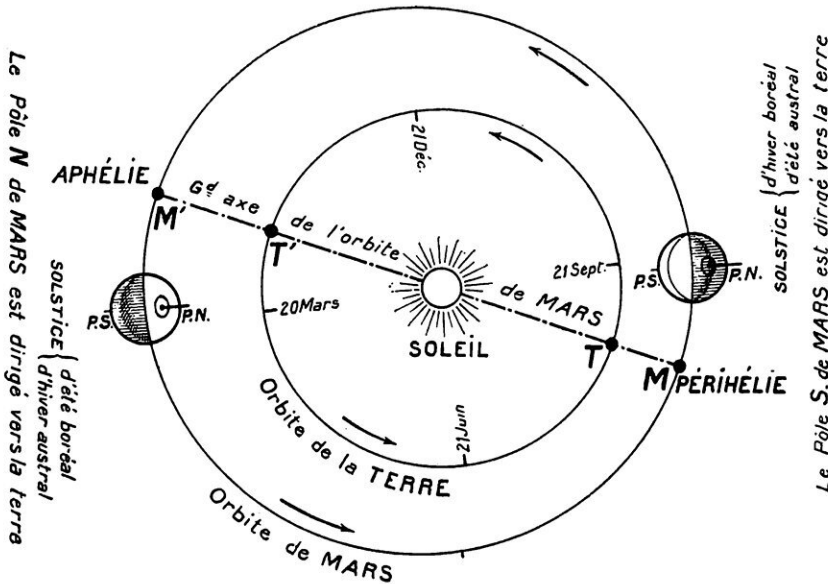

FIG. 2. — LES ORBITES DE LA TERRE ET DE MARS
mandés d'ailleurs par ces distances). Ainsi la Terre, éloignée du Soleil à 149 millions de kilomètres, met 365 jours  $\frac{1}{4}$  pour faire le tour de son orbite. Mars, à 228 millions de kilomètres, met 687 jours pour accomplir sa course. A quel moment, courant sur leur orbites concentriques, les deux planètes sont-elles à leur plus grande proximité? C'est lorsqu'elles se trouvent sur une même ligne se confondant avec le rayon d'un de ces cercles dont le Soleil est le centre. Dans le cas présent (qui est le même pour toutes les planètes plus lointaines que nous), la Terre se trouve entre le Soleil et Mars, que l'on voit alors briller juste à l'opposé de l'astre du jour : dans ces conditions, la planète est dite en *opposition*. De telles positions sont indiquées sur la figure 2, la Terre étant en *T* ou *T'* et Mars en *M* ou *M'*.
celle de Mars, au contraire, est très accusée. Pour chaque orbite, le point le plus rapproché du Soleil est le *périhélie*, le plus éloigné l'*aphélie*. Au périhélie, la Terre est à 147 millions de kilomètres du Soleil, et à 152 millions à l'aphélie ; pour Mars, l'écart est beaucoup plus considérable allant de 207 à 249 millions de kilomètres. Il s'ensuit donc que ces deux orbites se dessinent très excentriquement l'une par rapport à l'autre (la direction de l'aphélie de l'orbite terrestre étant assez voisine de celle du périhélie de Mars) et cette excentricité de l'ensemble saute aux yeux au simple examen de la figure 2 ci-dessus.
nellement favorables. Répétons-le, elle est loin de se présenter toujours ainsi ; sa distance à la Terre varie dans des proportions énormes, ce dont on se rendra compte en examinant à nouveau la figure 2. Lors des oppositions qui ont lieu à l'aphélie, le diamètre est moitié plus petit qu'en ce moment ; et aux époques intermédiaires, alors que nous occupons des positions quelconques, le diamètre de Mars est plus réduit encore. Sur la figure 3, les dimensions extrêmes sont représentées, c'est-à-dire le diamètre apparent maximum lors des oppositions périhéliques, et la dimension minuscule du disque quand les deux planètes sont à leur plus grand éloignement (La Terre en *T*, Mars en *M'*, fig. 2.) En regardant la figure 3 à une distance déterminée, comme l'indique la légende, on se rendra compte de l'apparence sous laquelle nous apercevons au télescope notre voisine céleste. Mais, diriez-vous, pourquoi ne pas grossir davantage les images afin de mieux voir les détails, surtout les fameux « canaux », qui ont fait couler tant d'encre, et au sujet desquels on discutera encore si longtemps sans doute ? Les gigantesques instruments télescopiques qui existent maintenant, notamment dans les grands observatoires américains, devraient permettre de grossir (ou de rapprocher) des milliers de fois les astres. Théoriquement, oui, pratiquement, non, dans la majeure partie des cas, et voici pourquoi :
puisque l'inclinaison de l'axe est un peu plus forte. La figure 2, à laquelle le lecteur se reportera encore, montre cette position des solstices d'hiver et d'été sur l'orbite de Mars. On y verra qu'en ce moment, époque des plus grands rapprochements de Mars, c'est son pôle sud que cette planète nous présente, approchant de l'époque de son plein été : ainsi nous voyons donc la calotte polaire réduite à sa plus simple expression (1).